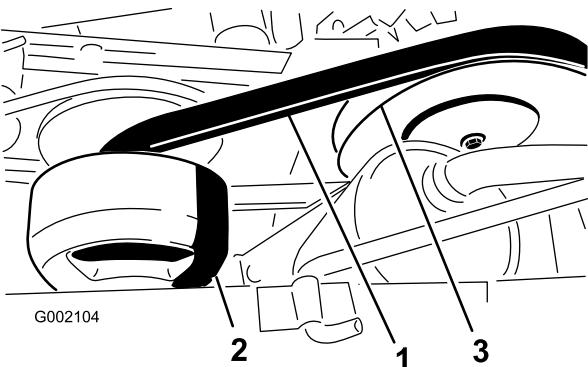

Figura 52
3. Fate girare la cinghia (Figura 52) ed ispezionate la per rilevarne l'eventuale eccessiva usura o danni.
1. Girate la cinghia e fatela passare sulla frizione secondaria (Figura 52).
2. Rimuovete la cinghia dalla frizione primaria (Figura 52).